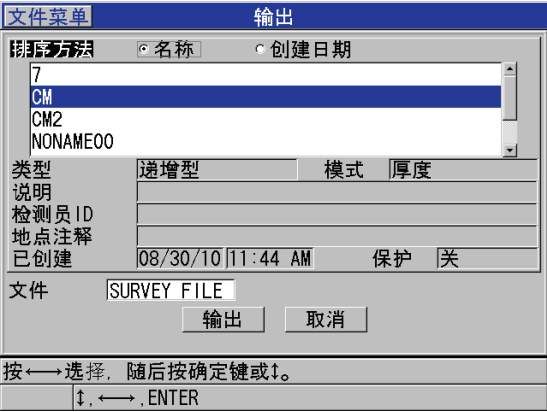

图 14-5 输出屏幕
5. 在**输出**屏幕中（参见第 223 页的图 14-5）：